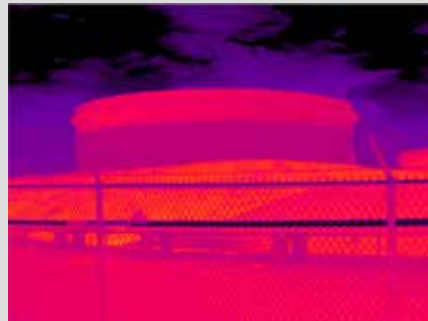

图 2.
**温度过高无法接近的区域** - 冶金厂存在很高的温度, 在测量和查看应用时需要保持安全距离, 如图 2 所示。